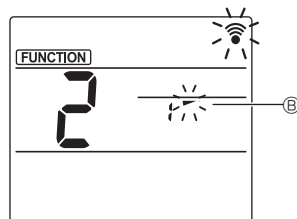

Fig. 3
③ Настройка на ъгъла на дефлектора (Fig. 3)